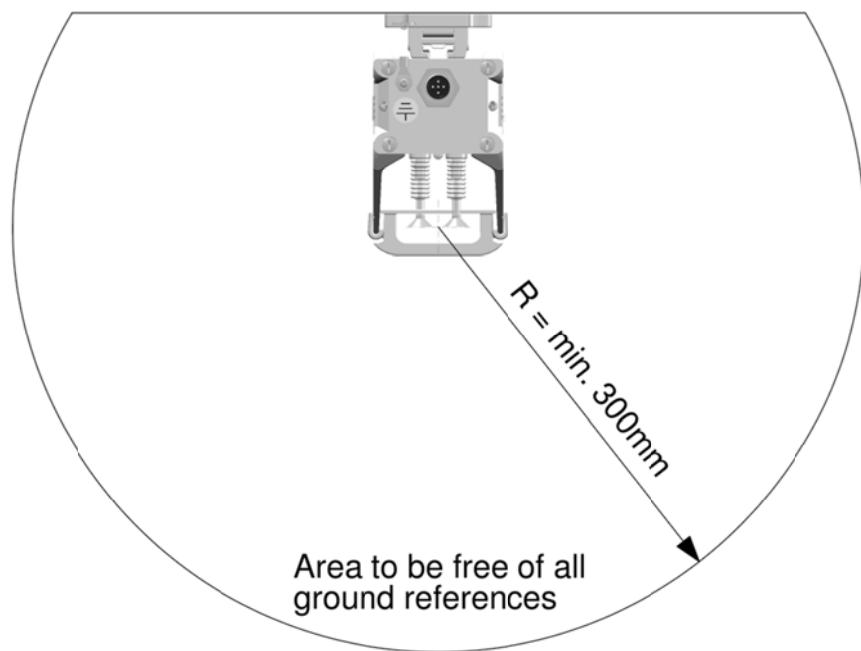

Abbildung 4
- Siehe Abbildung 4 für die Mindestabstände.